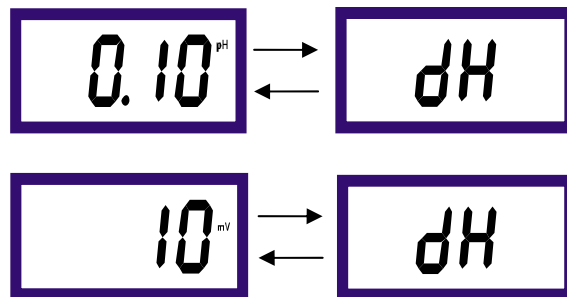

图 7-16
3、仪表在测量状态时按 2 次 REL 键，仪表的迟滞量数值将跳闪，显示如图 7-16 所示：